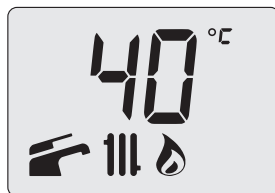

Figura 7.15
- Premendo il tasto 17 (Figura 7.2) si esce dalla "modalità programmazione" (Figura 7.15).